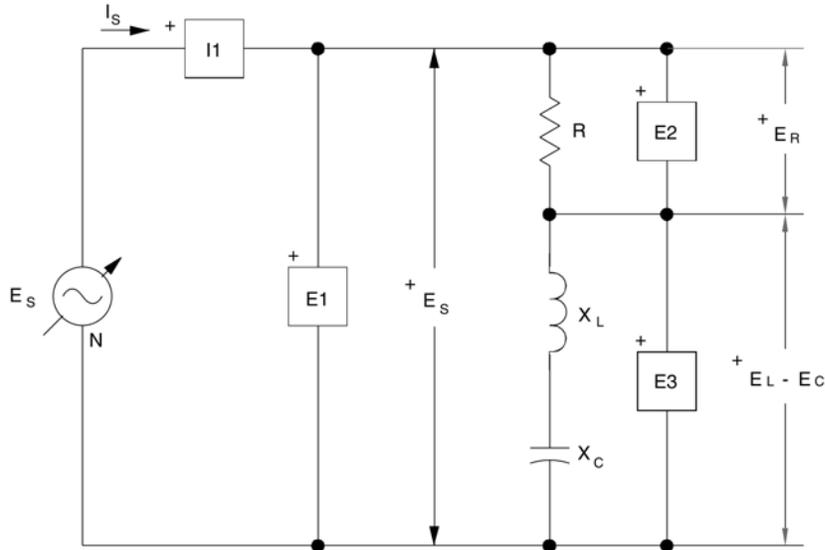

Figure 5-12. Mesure de la tension de la source dans un circuit RLC série.
19. Mettez l'interrupteur principal du Bloc d'alimentation à la position O (arrêt) et raccordez à nouveau les voltmètres au circuit, tel qu'illustré à la figure 5-12, afin de mesurer les tensions E_s , E_R et $(E_L - E_C)$. Mettez l'interrupteur principal du Bloc d'alimentation à la position I (marche) et affichez à nouveau les vecteurs de phase des tensions.